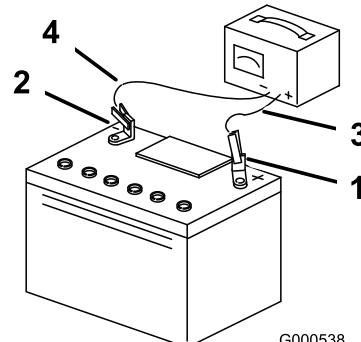

Figura 30
3. Cuando la batería esté completamente cargada, desconecte el cargador de la toma de electricidad, luego desconecte los cables del cargador de los bornes de la batería (Figura 30).